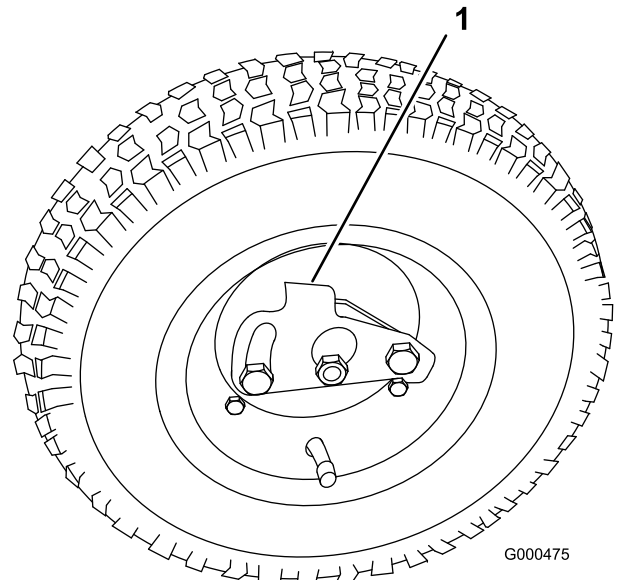

図 16
2. 車輪についているロッククリップが車軸に掛かるようにして車輪を六角シャフトに通す (図 16)。